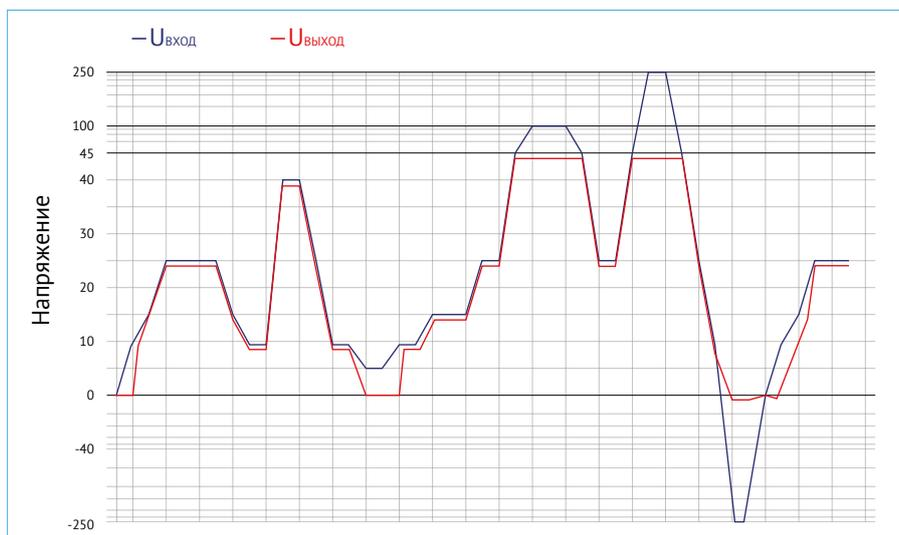

Рис. 4. Зависимость $U_{\text{ВЫХОД}}$ от $U_{\text{ВХОД}}$ в разных режимах.
*Возможна работа в диапазоне установившегося значения 9...40 В [Рис. 4].
На [Рис. 4] можно увидеть принцип работы модуля VFPC в зависимости от значения входного напряжения. Включение и отключение происходит на напряжении около 9 В, выходное напряжение изменяется с задержкой. При достижении напряжения 44 В и выше, модуль переходит в режим стабилизации и ограничения выходного напряжения на уровне не выше 48 В. Максимально допустимая амплитуда перенапряжения ± 250 В на время не более 200 мс. Отрицательное входное напряжение ограничивается на уровне не ниже -1 В, защита DC/DC преобразователь на выходе VFPC.